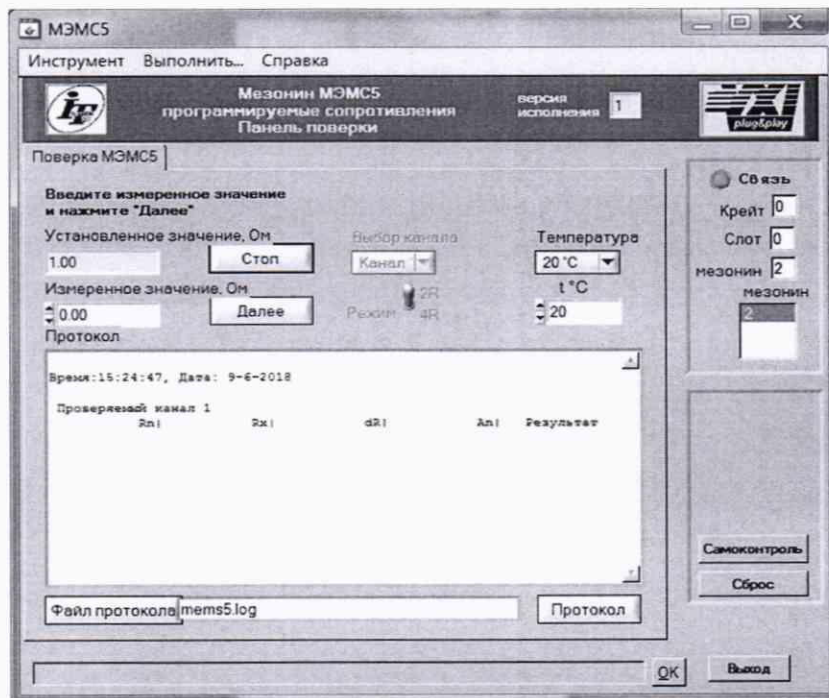

Рисунок 5.6
- 13) в окно «Измеренное значение, Ом» (см. рисунок 5.6) ввести с точностью не менее пяти значащих цифр измеренное с помощью мультиметра PV1 значение сопротивления, установленного на выходе проверяемого канала мезонина. Нажать кнопку «Далее»;